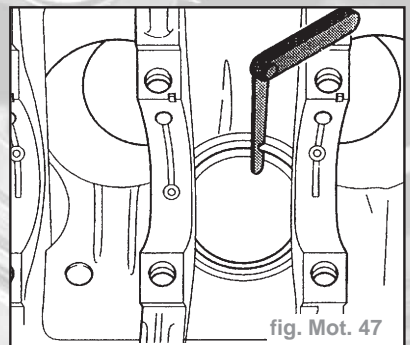

fig. Mot. 47
- Enfoncer par le haut le segment à angle droit par rapport à la paroi du cylindre jusqu'à dans l'ouverture inférieure du cylindre, à une distance d'environ 15 mm du bord du cylindre. Utiliser un piston sans segments pour enfoncer le segment (fig. Mot. 47).